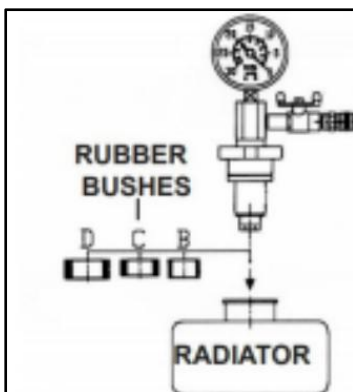

Abb. 1
3. 2 Setzen Sie den Gegenstand mithilfe einer geeigneten Buchse (Abb. 1) in den Einfüllstutzen des Kühlers (oder des Ausgleichsbehälters, falls vorhanden) ein.